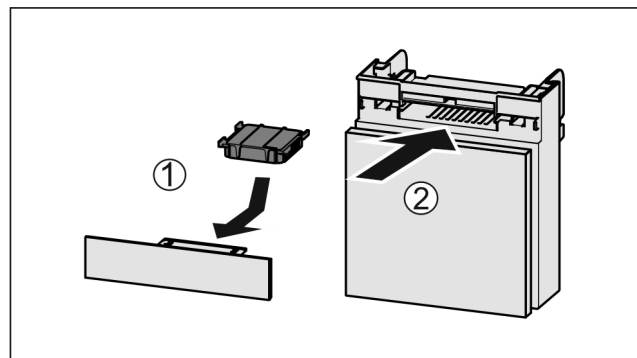

Fig. 146
- Aktivkohlefilter nach Abbildung einsetzen Fig. 146 (1).
- Fach einschieben Fig. 146 (2).